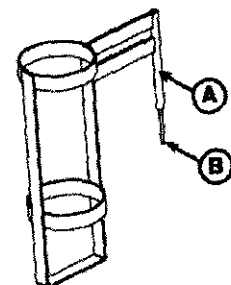

Figura 12.2: Soporte vertical para botellas de oxígeno
1. Inserte la barra de sujeción (A) en el asiento tubular para el soporte de líquidos intravenosos en cualquiera de las cuatro esquinas de la plataforma de la camilla.
2. Inserte la chaveta (B) a través del agujero en la barra de sujeción para sujetar el soporte para botellas en su lugar, como se muestra en la Figura 12.2.